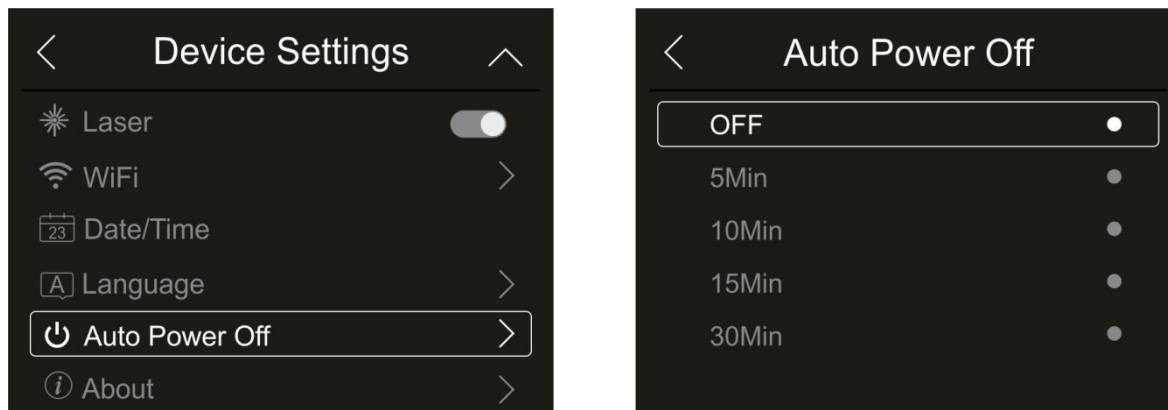

Fig. 21: Réglage de la mise arrêt automatique
1. Touchez l'élément «Auto Power Off» automatique» pour régler le temps de mise hors tension automatique de l'instrument. La page-écran de la Fig. 21– partie droite s'affiche à l'écran :